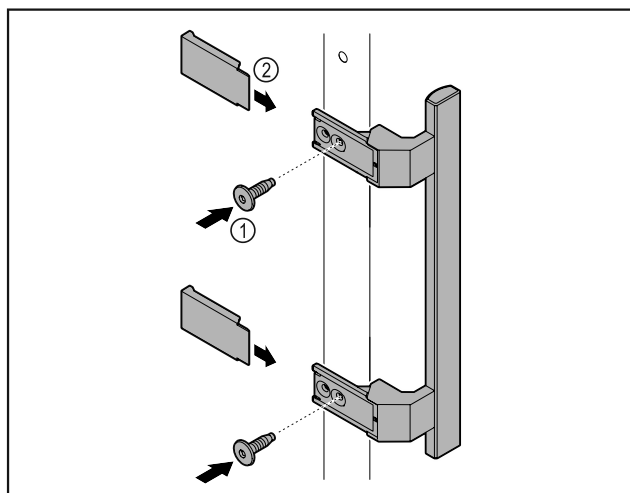

Fig. 5
- ▶ Montirajte ručku iz vrećice s priborom s pomoću priloženih vijaka Fig. 5 (1) na vrata.
- ▶ Postavite poklopac Fig. 5 (2).